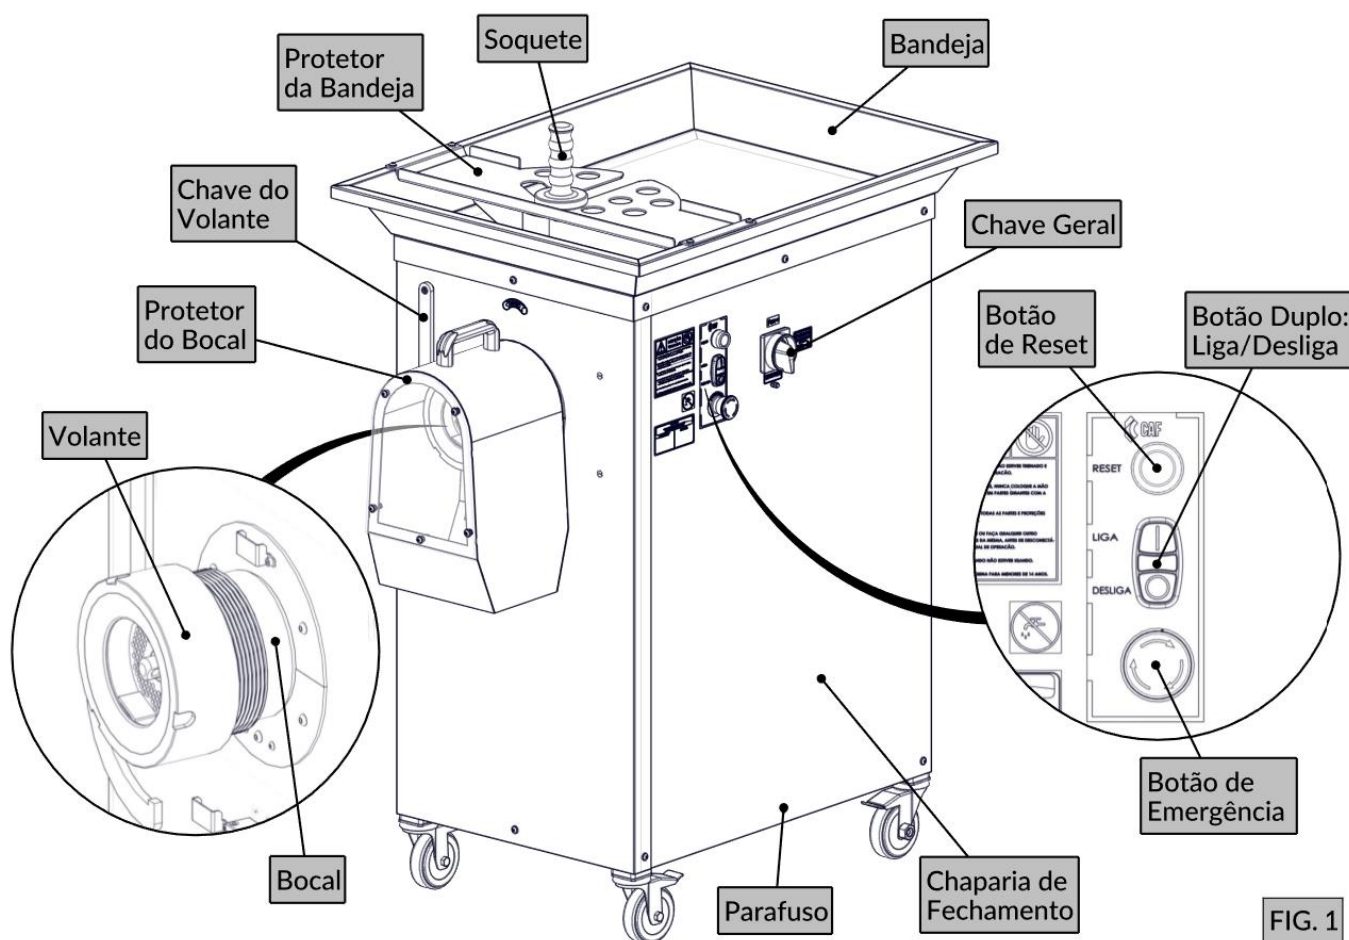

FIG. 1
2. Ligue a chave geral (FIG. 1);
3. Verifique se o botão de emergência está destravado (FIG. 1);
4. Pressione o botão de reset (FIG. 1) para liberar o acionamento da máquina.
1. Com a máquina devidamente montada, higienizada e energizada, verifique se o protetor do bocal (FIG. 1) está encaixado corretamente;
2. Coloque a carne a ser processada na bandeja (FIG. 1) em pedaços cortados com tamanho máximo de 70x70mm;
3. Aperte o botão liga/desliga (FIG. 1) para realizar o acionamento da máquina;
4. Com a ajuda do soquete (FIG. 1) empurre a carne para que seja completamente processada;